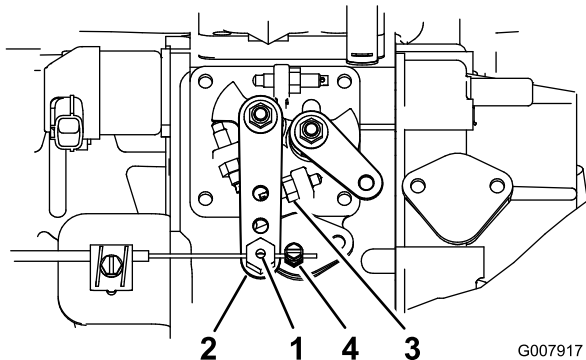

Figure 62
2. Desserrez la fixation du câble d'accélérateur sur le bras du levier de la pompe d'injection (Figure 62).
3. Maintenez le bras de levier de la pompe d'injection en appui contre la butée de régime maximum de marche à vide (Figure 62).